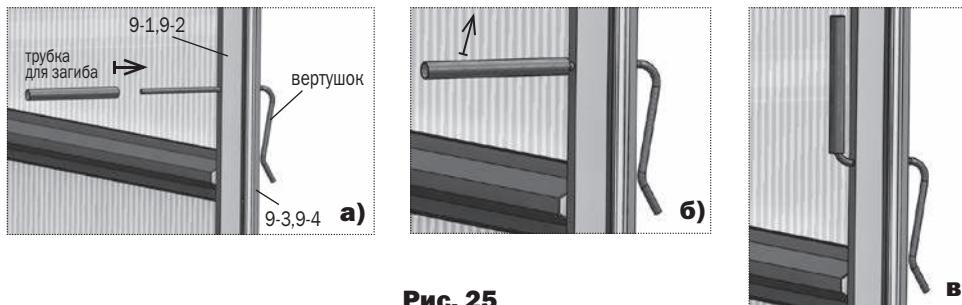

Рис. 25
**10.** Проволочный вертужок для запирания дверей и форточек вставляется в отверстия стоек дверного проема прямым концом с наружной стороны до упора. С помощью трубы выполняется загиб внутреннего прямолинейного конца рукой вверх (**рис. 25**). Такая конструкция вертужка позволяет упруго прижимать двери и форточки торцов в закрытом состоянии, находясь как снаружи так и внутри теплицы.